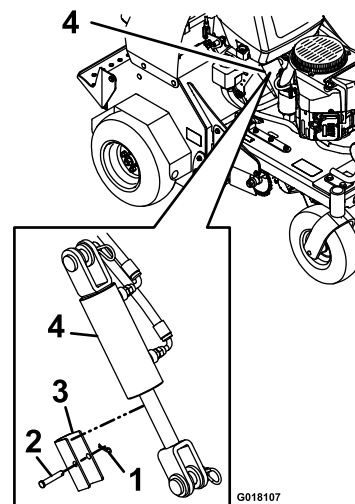

Figure 5
9. Retirez la goupille fendue, l'axe de chape et la butée de vérin, comme illustré à la Figure 5, et conservez-les.